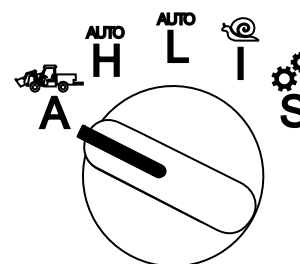

Bild 24
33. Drehen Sie den Betriebsartenwahlschalter auf die Position ATTACHMENT[Anbaugerät] (Bild 24).